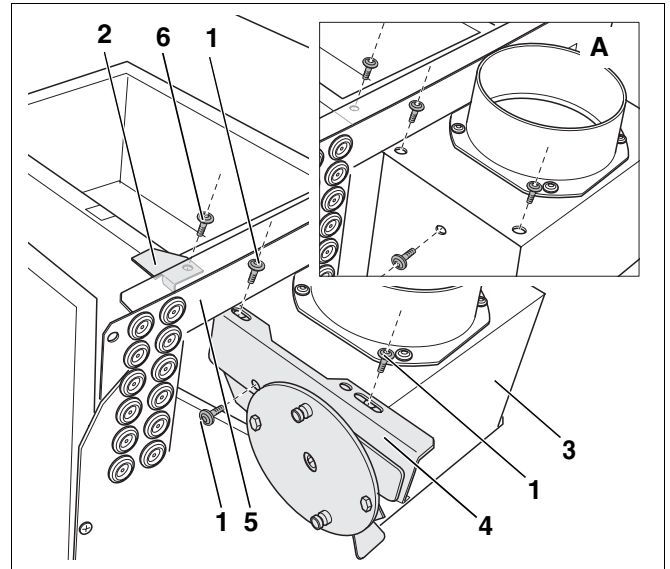
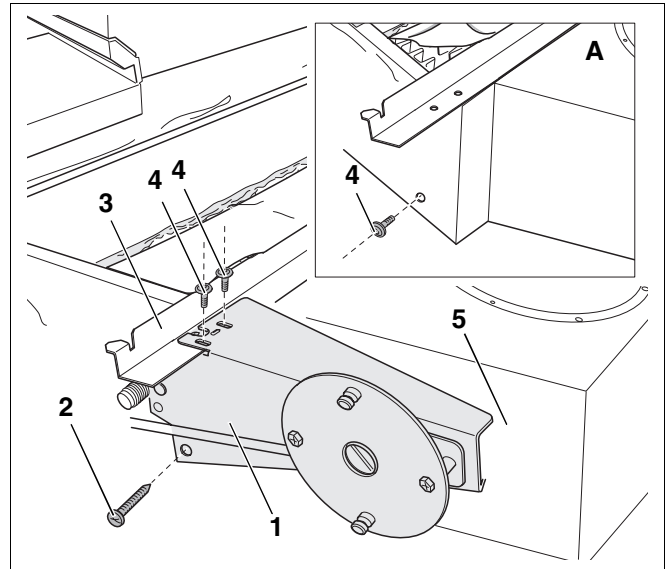
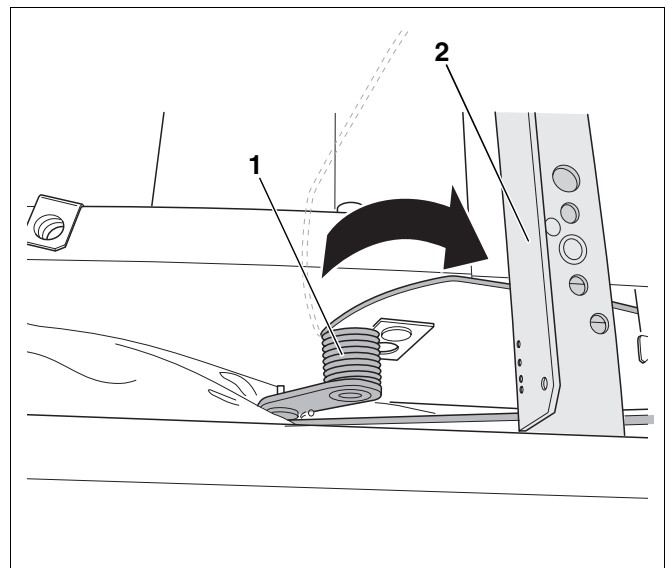

Abb. 9 Konsole AK 114/AK 204 montieren (hier z. B. G114)
Abb. 10 Konsole für AK 204 (mit 7 Kesselgliedern), AK 304 und AK 334 montieren (hier z. B. G334)
Abb. 11 Schenkelfeder spannen (hier z. B. G334)
Die Montage der Konsole der AK 114 wird hier anhand des G114 demonstriert (Abb. 9).
Der Haltewinkel (Abb. 9, **Pos. 2**) wird ausschließlich für den G114 und G124 benötigt, um die Schenkelfeder (Abb. 11, Seite 10) spannen zu können.
- Drei Flachkopfschrauben (Abb. 9, **Pos. 1**) aus der Strömungssicherung (Abb. 9, **Pos. 3**) drehen (Abb. 9, **Lupe A**).
- Kesselrückwand (Abb. 9, **Pos. 5**) leicht zurückziehen, so dass Sie die Flachkopfschraube für den Haltewinkel (Abb. 9, **Pos. 6**) entfernen können.
- Haltewinkel (Abb. 9, **Pos. 2**) mit der Flachkopfschraube für den Haltewinkel (Abb. 9, **Pos. 6**) auf die Strömungssicherung (Abb. 9, **Pos. 3**) schrauben.
- Kesselrückwand (Abb. 9, **Pos. 5**) befestigen.
- Konsole (Abb. 9, **Pos. 4**) auf die Strömungssicherung (Abb. 9, **Pos. 3**) setzen.
- Konsole (Abb. 9, **Pos. 4**) mit den drei Flachkopfschrauben (Abb. 9, **Pos. 1**) handfest anschrauben.
Die Montage der Konsole der AK 204 wird hier anhand des G114 demonstriert (Abb. 9).
Die Montage der AK 204 (mit 7 Kesselgliedern), AK 304 und AK 334 wird hier anhand des G334 demonstriert (Abb. 10).
- Flachkopfschraube (Abb. 10, **Pos. 4, Lupe A**) seitlich aus der Strömungssicherung drehen.
- Konsole der Abgassperrklappe AK 304 (Abb. 10, **Pos. 1**) mit der im Lieferumfang enthaltenen Blechschraube (Abb. 10, **Pos. 2**) seitlich an der Strömungssicherung (Abb. 10, **Pos. 5**) handfest anschrauben.
- Konsole (Abb. 10, **Pos. 1**) mit den im Lieferumfang enthaltenen Flachkopfschrauben (Abb. 10, **Pos. 4**) auf die hintere Traverse (Abb. 10, **Pos. 3**) handfest anschrauben.
- Schenkelfeder (Abb. 11, **Pos. 1**) unter dem Haltewinkel (Abb. 9, Seite 9) einhängen.
- Schenkelfeder (Abb. 11, **Pos. 1**) wie in Abb. 11 dargestellt unter die hintere Traverse (Abb. 11, **Pos. 2**) einhängen.
- Flachkopfschrauben (Abb. 9, Seite 9) und ggf. Blechschraube (Abb. 10, Seite 10) der Konsole fest anziehen.